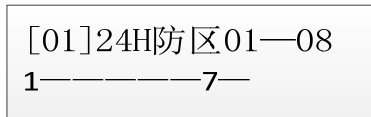
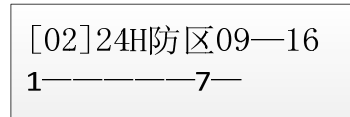

图 1-1
图 1-2
**例如:** 屏幕如图 1-1 显示, 表示防区 1、防区 7 为 24 小时防区, 防区 2~防区 6、防区 8 为非 24 小时防区; 如图 1-2 表示防区 9、防区 15 为 24 小时防区, 防区 10~防区 14、防区 16 为非 24 小时防区。